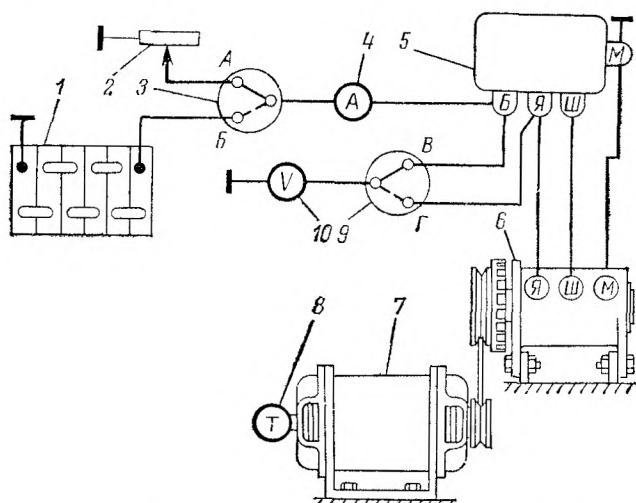

Рис. 135. Схема простейшего стенда для проверки реле-регулятора:
Схема простейшего стенда для проверки реле-регулятора показана на рис. 135.
**Регулировка реле обратного тока.** Установить реле-регулятор на стенд и подключить его согласно схеме, показанной на рис. 135.
**Регулировка регулятора напряжения.** Для регулировки переключить переключатель 3 (см. рис. 135) в положение *А*, а переключатель 9 в положение *В*. Повысить обороты якоря генератора до 3000 об/мин. Реостатом 2 создать нагрузку 14 а.